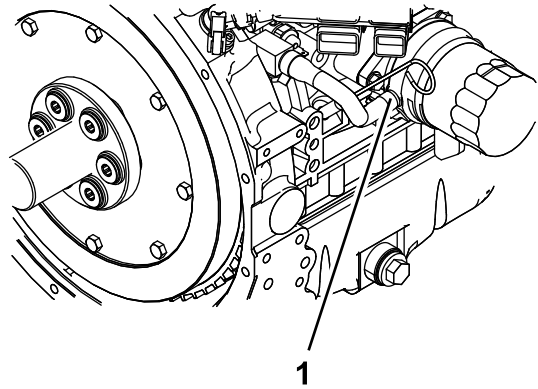

Рисунок 53
6. Отсоедините шланг охлаждающей жидкости от маслоохладителя и слейте охлаждающую жидкость из блока цилиндров (Рисунок 53).